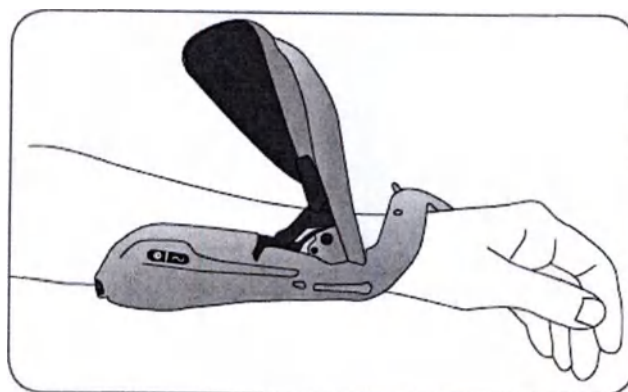

Рис. 6-6 Расположение ортеза.
2. Разместите ортез вокруг предплечья и расположите поддержку сгибателей на предплечье. См. рисунок 6-6.